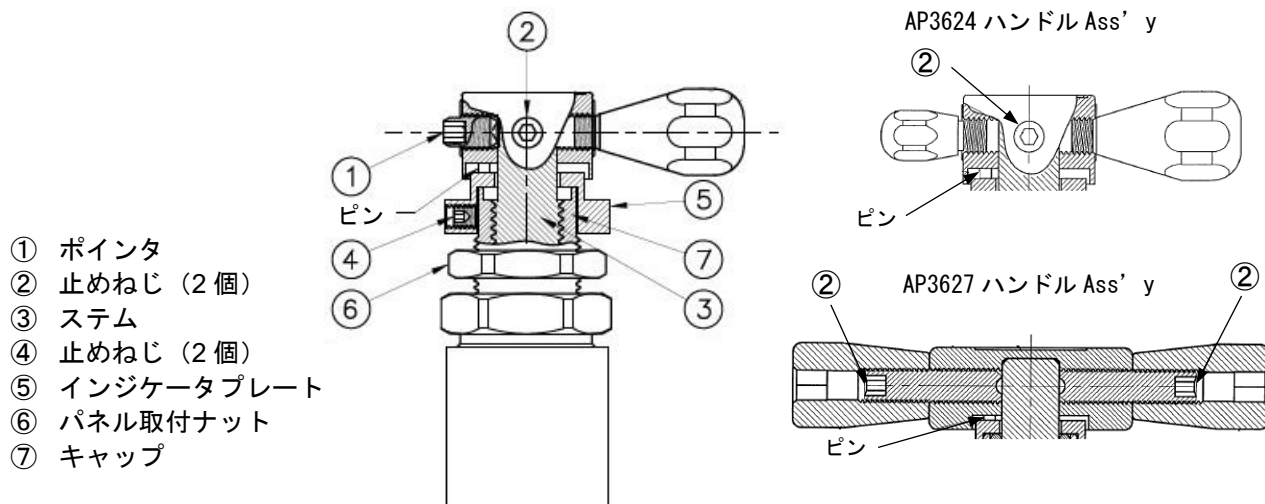

図2 パネル取付ナット付きバルブ (AP3625、AP3624、AP3627)
A. ハンドルの取り外し（図2参照）
- ⑤インジケータプレートの側面にある④止めねじを覆っている製品品番のラベルを剥がします。ラベルは後で再利用します。
- 5/64インチの六角レンチを使用し、④止めねじ（2箇所）を緩めます。
- ⑤インジケータプレートを持ち上げ、バルブから取り外します。
B. パネル取付（図2参照）
- ⑥パネル取付ナットをバルブから取り外します。
- パネルの穴にバルブを通し、希望の位置に配置、配管を取り付け、⑥パネル取付ナットをバルブ本体に取り付けます。
- 1インチレンチを使用し、⑥パネル取付ナットをパネルにしっかり締め付けます。
C. ハンドルの取り付け（図2参照）
- ⑤インジケータプレートを⑦キャップの上に置きます。
- ハンドル Ass'y を③ステムの上に置きます。
- ハンドルを時計回りに、⑤インジケータプレートに引っかかるまで回します。次に、ハンドルが適切な閉位置になるまで、時計回りに回します。
- 1/8インチの六角ビットを使用し、②止めねじ（2箇所）を締め付けます。（推奨締め付けトルクは5.6Nm）
- 1/8インチの六角レンチを使用し、①ポインタを締め付けます。
- ⑤インジケータプレートを反時計回りに止まるまで回転させ、位置がずれていないことを確認してください。⑤インジケータプレートを押さえながら、5/64インチの六角ビットを使用し、④止めねじ（2箇所）を締め付けます。（推奨締め付けトルクは2.3Nm）
E. ラベル貼り付け（図2参照）
- Aの1の手順で剥がしたラベルを、⑤インジケータプレートの側面に貼り付けます。